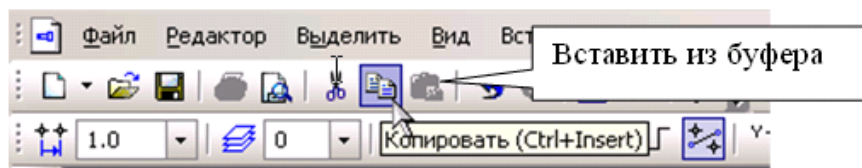

Рис. 3.1.9
5. Виконайте копіювання креслення. Для цього натисніть на кнопку **Копировать в буфер** на Панелі управління, рис. 3.1.9. На запит системи **Укажите положение базовой точки или введите ее координаты** помістіть курсор в точку
Натисніть на кнопку **Вставить из буфера** (рис. 3.1.9). Помістіть базову точку в початок координат (**Ctrl** + **0**), клацніть лівою кнопкою миші і натисніть на кнопку **Прервать команду** . Якщо необхідно, зменшують масштаб зображення за допомогою кнопки, зображеної на рис. 3.3.1.